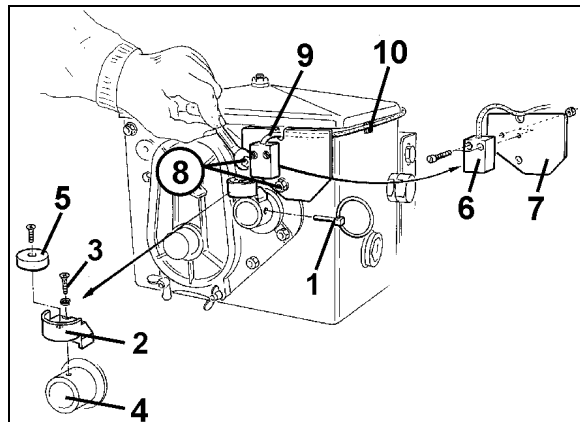

Fig. 9
1. Fjern splinten (Fig. 9/1, forbinder røreakselen med motordrift).
2. Skru fast magnetholderen (Fig. 9/2) med selvgjengende skrue M4x10 (Fig. 9/3) og fjærringen på girkassens hulaksel (Fig. 9/4).
4. Skru fast magneten (Fig. 9/5) på magnetholderen med en selvgjengende skrue M4x10.
5. Skru fast sensoren (Fig. 9/6) på sensorholderen (Fig. 9/7).
6. Skru fast sensorholderen (Fig. 9/7) med to kapselmuttere (Fig. 9/8) på giret.
7. Trekk sensorkabelen (Fig. 9/9) til førerhuset.
8. Fest kabelen på såmaskinen med limplater (Fig. 9/10) og klemmer. Klebeflatene må være fettfrige og rene.
9. Stikk splinten (Fig. 9/1) i girkassens hulaksel.